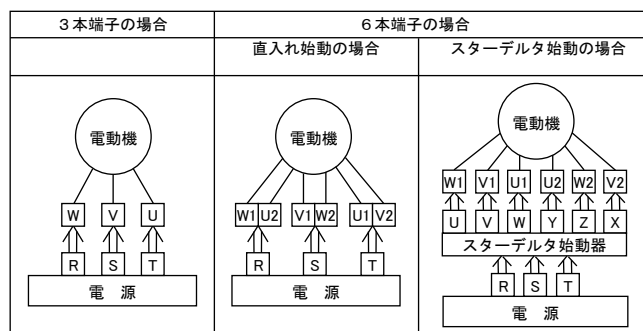

図14 結線図
- (1) 配線は図14を見て行ってください。AIM2型とAIR2型で電動機の回転方向が異なります。羽根車はAIM2型、AIR2型とも吸込側から見て左回転となります。図14の結線で逆転した場合は、電源側のRとTを入替えてください。